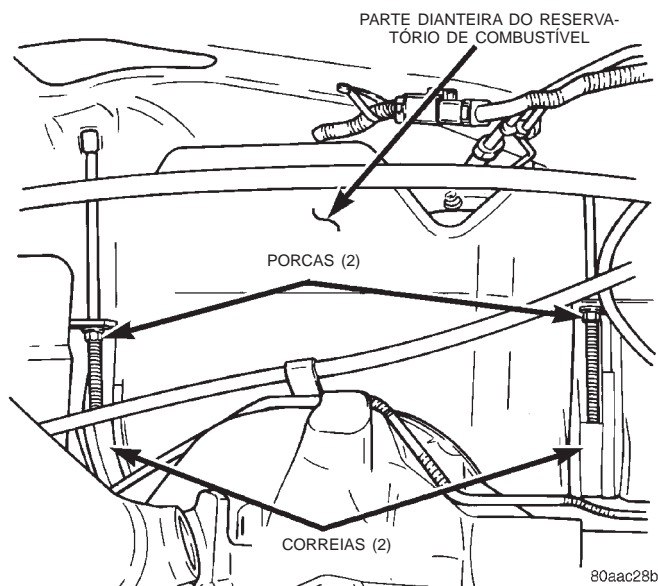
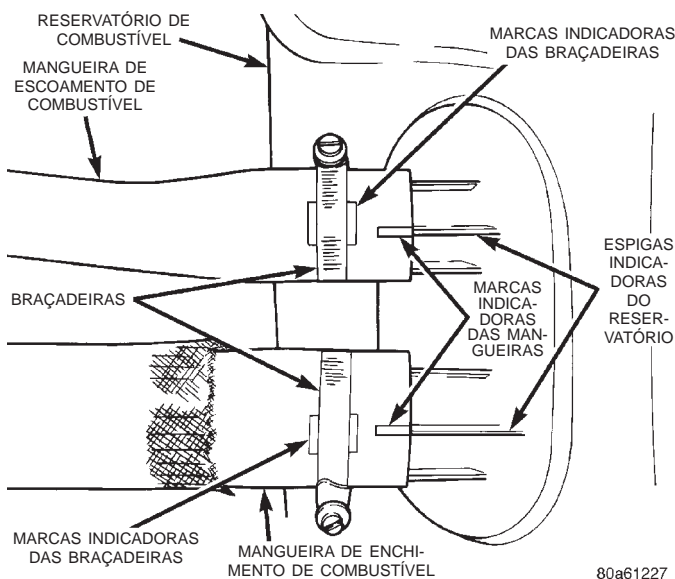

Fig. 37 Porcas/Correias de Montagem do Reservatório de Combustível
Fig. 38 Marcas Indicadoras da Mangueira de Escoamento/Enchimento de Combustível
(12) Retire as duas porcas da correia do reservatório de combustível (Fig. 37). Coloque as duas correias de suporte do reservatório para fora do reservatório.
(13) Abaixue com cuidado o lado direito do reservatório enquanto abastece as duas mangueiras de combustível via abertura de acesso na carroceria. **Reservatório de Combustível Cheio e Não Drenado, Utilizando a Unidade de Diagnósticos DRB:** Para evitar a perda de combustível através das mangueiras, mantenha o lado esquerdo do reservatório mais alto que o lado direito enquanto está sendo abaixado. Não deixe que as aberturas das mangueiras fiquem abaixo da parte superior do reservatório.
(14) Continue abaixando o reservatório até que esteja fora do veículo. Coloque o reservatório no chão com o lado esquerdo (lado da mangueira) mais alto do que o lado direito.
(15) Drene o reservatório, retirando a mangueira de enchimento de combustível no reservatório. A mangueira de enchimento de combustível é a mais larga das 2 mangueiras (Fig. 38). Insira a mangueira de drenagem (de uma estação de drenagem de gasolina aprovada) na abertura da mangueira. Drene o reservatório até esvaziá-lo.
(16) Se for necessária a retirada do módulo de bomba de combustível, consulte “Remoção/Instalação do Módulo de Bomba de Combustível”, neste grupo, para obter informações sobre os procedimentos.
(1) Se o módulo de bomba de combustível estiver sendo instalado, consulte “Remoção/instalação do Módulo de Bomba de Combustível”, neste grupo, para obter informações sobre os procedimentos.
(2) Instale as mangueiras de escoamento/enchimento de combustível nos encaixes do reservatório. Para evitar que a mangueira fique retorcida, gire cada mangueira até que a marca indicadora da mangueira esteja alinhada à espiga indicadora no reservatório de combustível (Fig. 38).
(3) Instale as braçadeiras das mangueiras nas mangueiras. Coloque as braçadeiras entre as marcas indicadoras de cada mangueira (Fig. 38).
(4) Coloque o reservatório de combustível no macaco hidráulico.
(5) Levante o reservatório na posição enquanto encaminha as mangueiras de escoamento/enchimento de combustível para dentro e através da abertura na carroceria.
(6) Continue levantando o reservatório até que ele se encaixe na carroceria.
(7) Prenda as duas porcas/correias de montagem do reservatório de combustível. Aperte as porcas, aplicando um torque de 10 N·m (90 pol.-lb.). Não aperte demais as porcas.